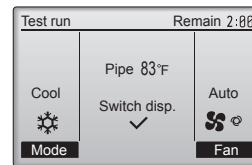

Fig. 6-5
- Appuyez sur le bouton **F1** pour changer de mode de fonctionnement entre "Refroidissement" et "Chauffage". (Fig. 6-5)